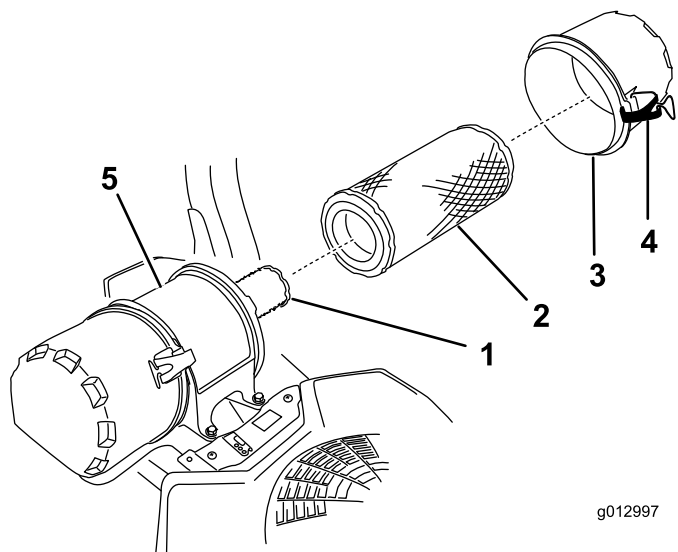

Figure 55
6. Ouvrez les dispositifs de verrouillage du filtre à air et détachez le couvercle du boîtier du filtre (Figure 55).
8. Sortez le préfiltre du boîtier du filtre avec précaution (Figure 55).
2. Si vous remplacez l'élément de sécurité, glissez-le avec précaution dans le boîtier du filtre (Figure 55).
3. Placez ensuite le préfiltre sur l'élément de sécurité avec le même soin (Figure 55).
4. Remettez en place et verrouillez le couvercle du filtre à air (Figure 55).